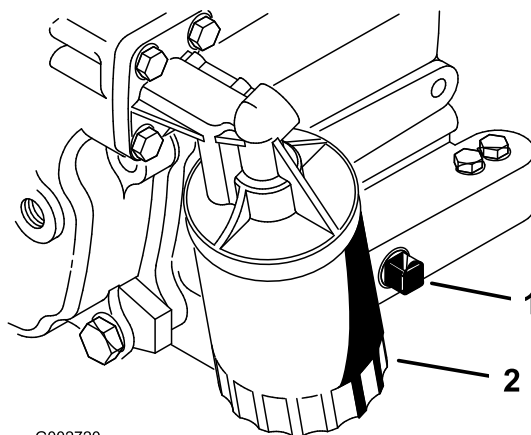

図 27
2. ドレンプラグ (図 27) を外してオイルを容器に受ける。オイルが抜けたらドレンプラグを取り付ける。
3. オイルフィルタを外す 図 27。